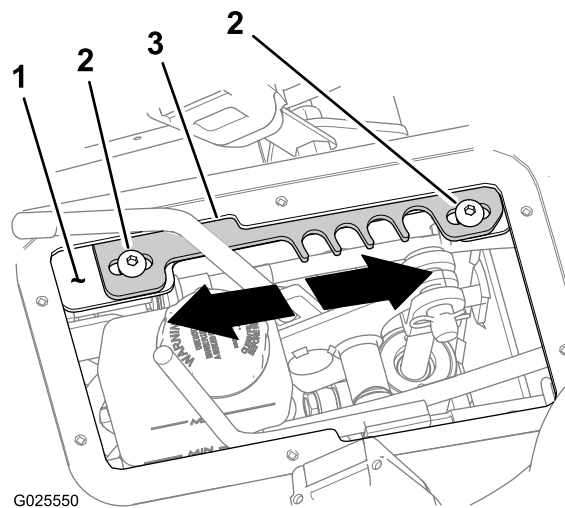

Рисунок 70
4. Переведите рычаг диапазона скорости в положение **T** (ТРАНСПОРТИРОВКА) (Рисунок 70).
5. Ослабьте 2 винта с внутренними шестигранниками (5/16 x 3/4 дюйма), которые крепят пластину с фиксирующими пазами к опорному кронштейну рычага (Рисунок 70).
- Переместите пластину с фиксирующими пазами **вперед**, чтобы увеличить максимальную скорость движения (Рисунок 70).
- Переместите пластину с фиксирующими пазами **назад**, чтобы уменьшить максимальную скорость движения (Рисунок 70).